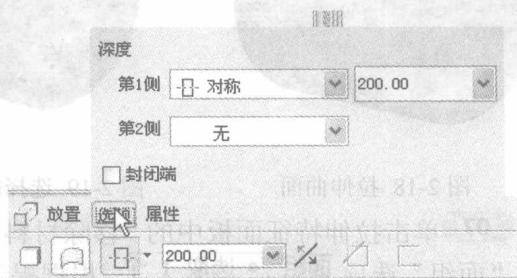

图 2-15 “选项”按钮弹出面板
- 04 如果生成两端封闭的拉伸曲面，单击拉伸曲面特征面板中“选项”按钮，在弹出的上滑面板中，如图 2-15 所示，选中 ☒ 封闭端 复选框。